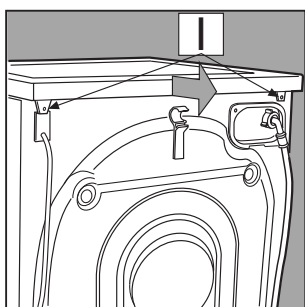

Рис. 3
2. Отверните два винта **I**, снимите крышку (рис. 3).